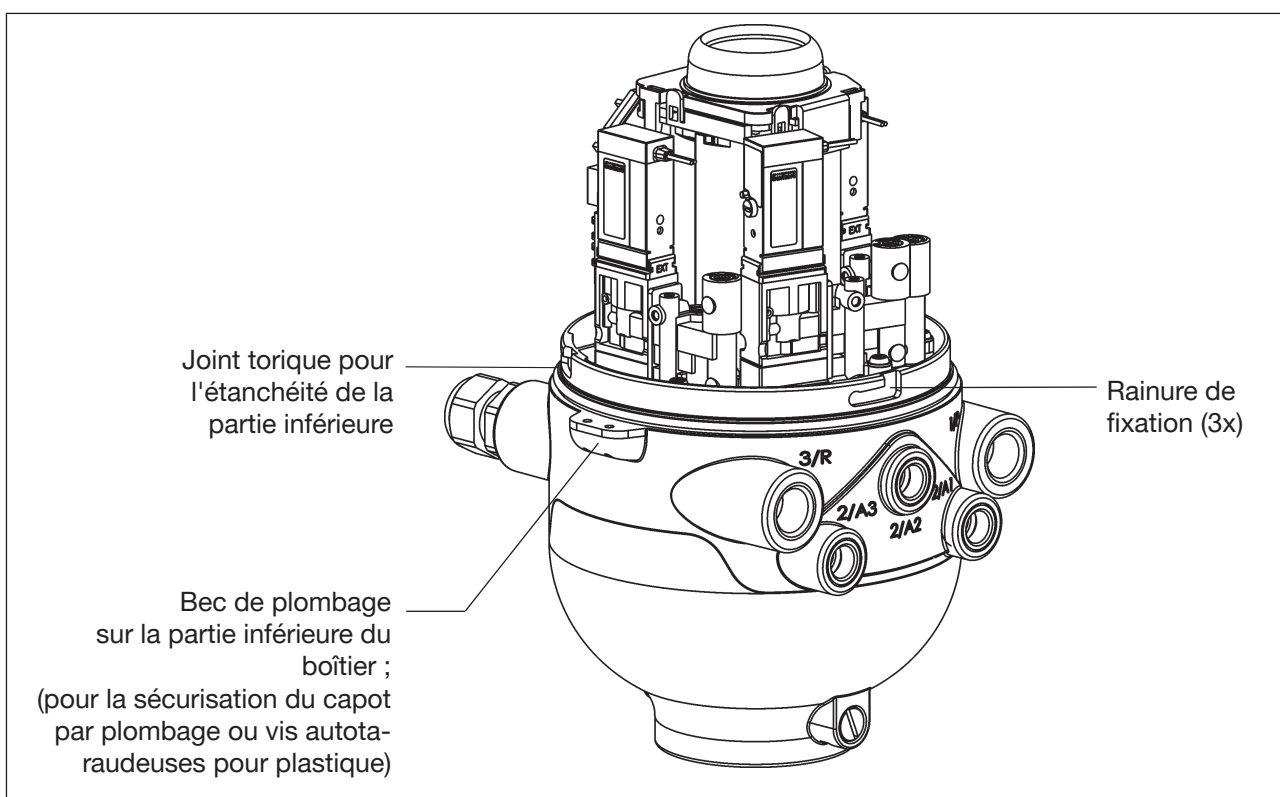

Figure 12 : Plombage et rainures de fixation
- Placer le capot en plastique sur la partie inférieure de sorte que les « becs » intérieurs se trouvent au-dessus des rainures de fixation et que les becs de plombage extérieurs soient presque superposés. Enfoncer le capot entièrement par-dessus le joint (joint torique) de la partie inférieure, voir « Figure 12 ». Les joints toriques et les joints sont des pièces d'usure.